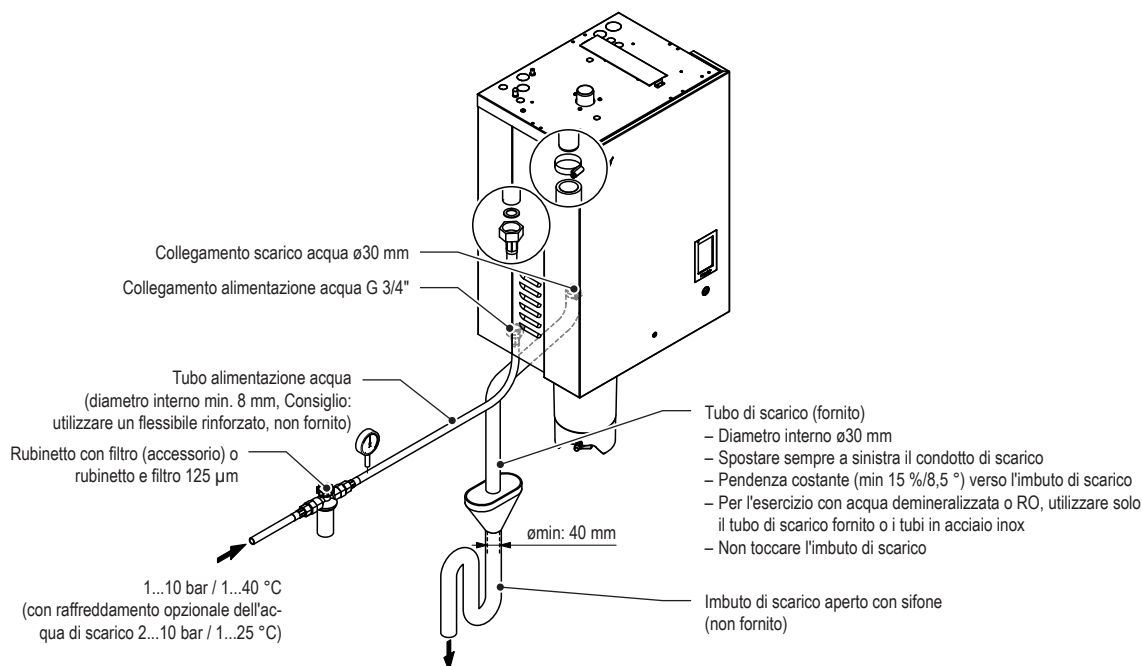

Fig. 22: Panoramica dell'installazione idraulica per i moduli singoli piccolo e medio
- Spostare sempre il tubo di scarico fornito a sinistra del collegamento di scarico rivolgendolo verso il basso, verso l'imbuto di scarico (si veda Fig. 22).